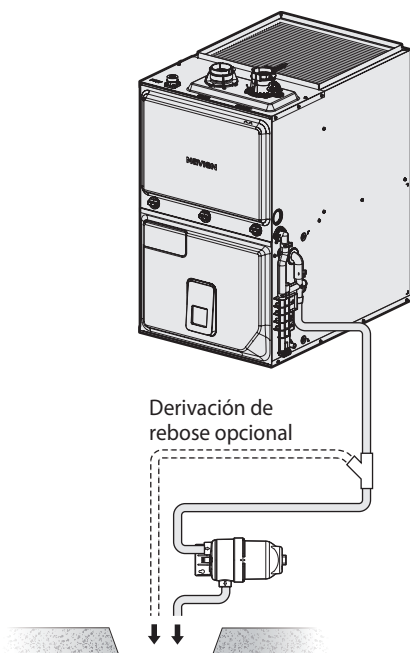

Figura 1. Instalación horizontal
- Si el neutralizador se instala en posición horizontal, gire el neutralizador para colocar la salida en el punto más alto (Figura 1).